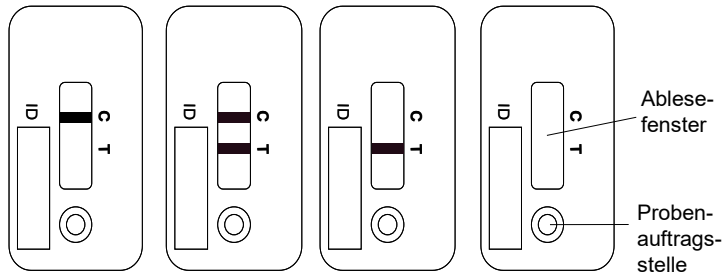

Abbildung 1A Abbildung 1B Abbildung 1C Abbildung 1D
- Damit das Testresultat als gültig bewertet wird, muss die Kontrollbande (C) klar ersichtlich sein (siehe Abbildung 1A und Abbildung 1B). Diese wird nur als Funktionskontrolle verwendet und kann nicht zur Interpretation der Testbande (T) benutzt werden. Falls die Testbande (T) nach 15 Minuten Inkubation nicht ersichtlich ist (Abbildung 1A), bedeutet dies, dass Infliximab nicht nachweisbar ist. Falls die Testbande (T) nach 15 Minuten Inkubation ersichtlich ist (Abbildung 1B), wird die Infliximab Konzentration in der Serumprobe durch den Quantum Blue® Reader berechnet.